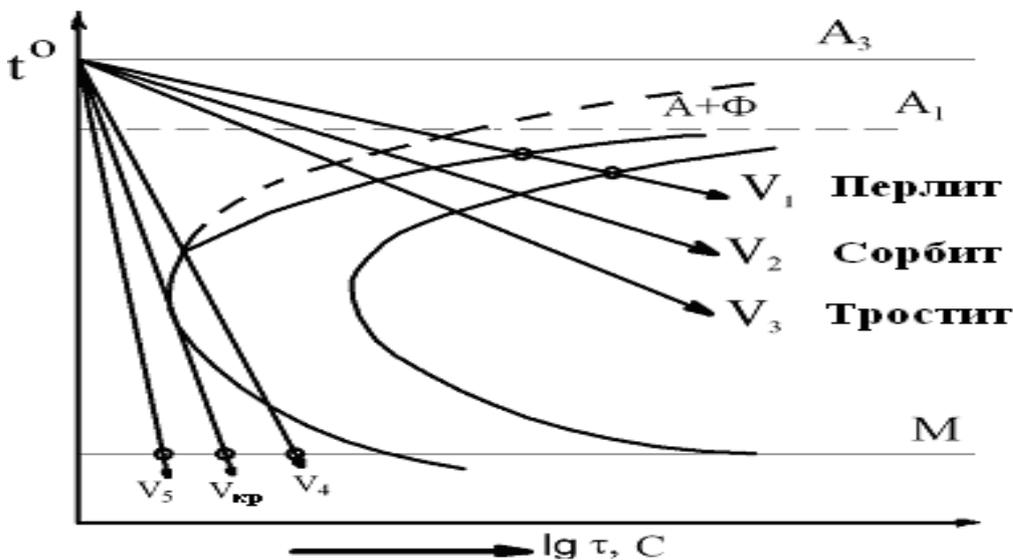

Рис.13
Согласно классификации видов термической обработки, термическая обработка углеродистой стали относится к случаю, когда она сопровождается фазовыми превращениями одновременно с полиморфными при наличии эвтектоидного превращения. Критические точки, отвечающие температурам превращения, указаны на диаграмме: A₁(727°С), A₃(понижающаяся с увеличением) содержания углерода от 0 до 0,8% С по линии GS A_{cm} (изменяющиеся по линии SE). Смещение критических точек A₁ и A₃ от равновесных температур, происходящее при нагреве и охлаждении стали в реальных условиях, принято обозначать A_{с1} и A_{с3} при нагреве Ar₁ и Ar₃ при охлаждении. Превращение аустенита при различных скоростях охлаждения стали может быть рассмотрено с помощью диаграммы изотермического превращения аустенита или так называемых «С – кривых». Схема такой диаграммы для эвтектоидной углеродистой стали приведена на рис.13
В основе закалики стали находится бездиффузионное превращение аустенита. Фиксируемая при этом фаза, являющаяся пересыщенным твердым раствором внедрения углерода называется мартенситом, а приведенная реакция называется реакцией мартенситного превращения. Таким образом, мартенсит является структурой, характерной для закаленной стали. Твердость мартенсита в зависимости от концентрации углерода в стали изменяется от 250 до 650 кг/ммI. Скорость охлаждения, необходимая при закалики стали, должна быть ниже $V_{кр}$. (рис. 13). Мартенситное превращение происходит при температуре (M). Охлаждение со скоростью несколько ниже $V_{кр}$, например, в масле (кривая V4) приводит к тому, что часть аустенита превращается в верхнем районе C кривых с образованием троостита, а другая его часть превращается при достижении температуры (M) – в мартенсит. В результате возникает троосто-мартенситная структура.